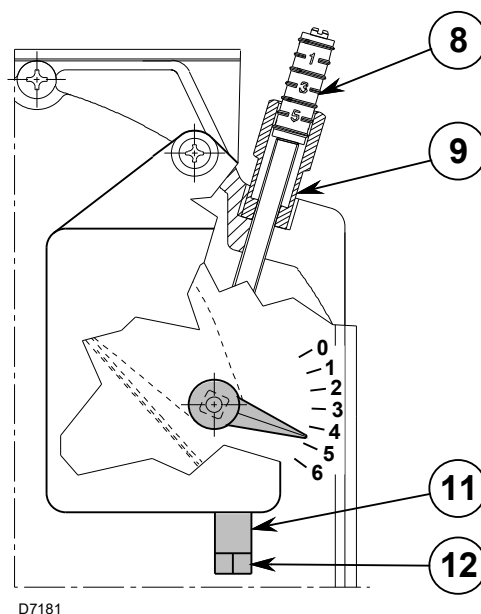

Fig. 15
O primeiro arranque deve sempre ser realizado agindo-se no parafuso 12)(Fig. 15), de modo que o índice da posição da comporta de ar de 1º estágio seja superior à marca 1 (calibragem de fábrica da marca 1).
- Afrouxe a porca 9) e aja no parafuso 8)(Fig. 15) para regular o caudal de ar de 2º estágio (consulte os valores de CO₂ mostrados na Tab. T).
- Regule o 1º estágio agindo no parafuso 12) após ter afrouxado (*sentido horário*) a porca 11)(Fig. 15), consultando a tabela abaixo para obter os valores de CO₂.
- Uma vez alcançada a regulação ideal, bloqueie (*sentido anti-horário*) a porca 11)(Fig. 15). Na parada do queimador, a comporta de ar, por efeito do seu peso, fecha-se automaticamente, até uma depressão máxima na chaminé de 0,5 mbar.